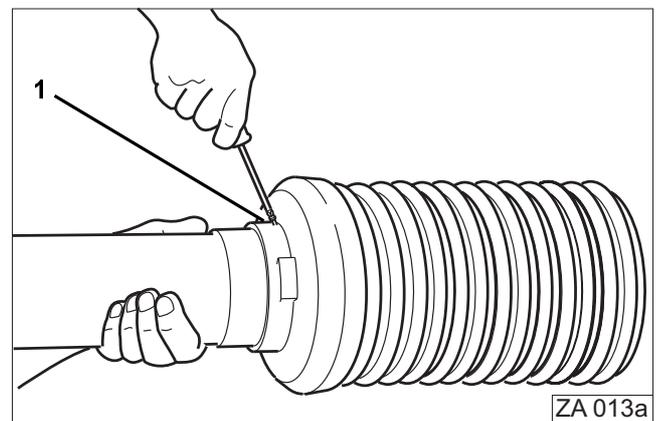

Fig. 11
- Desenroscar el tornillo de retención (Fig. 11/1).